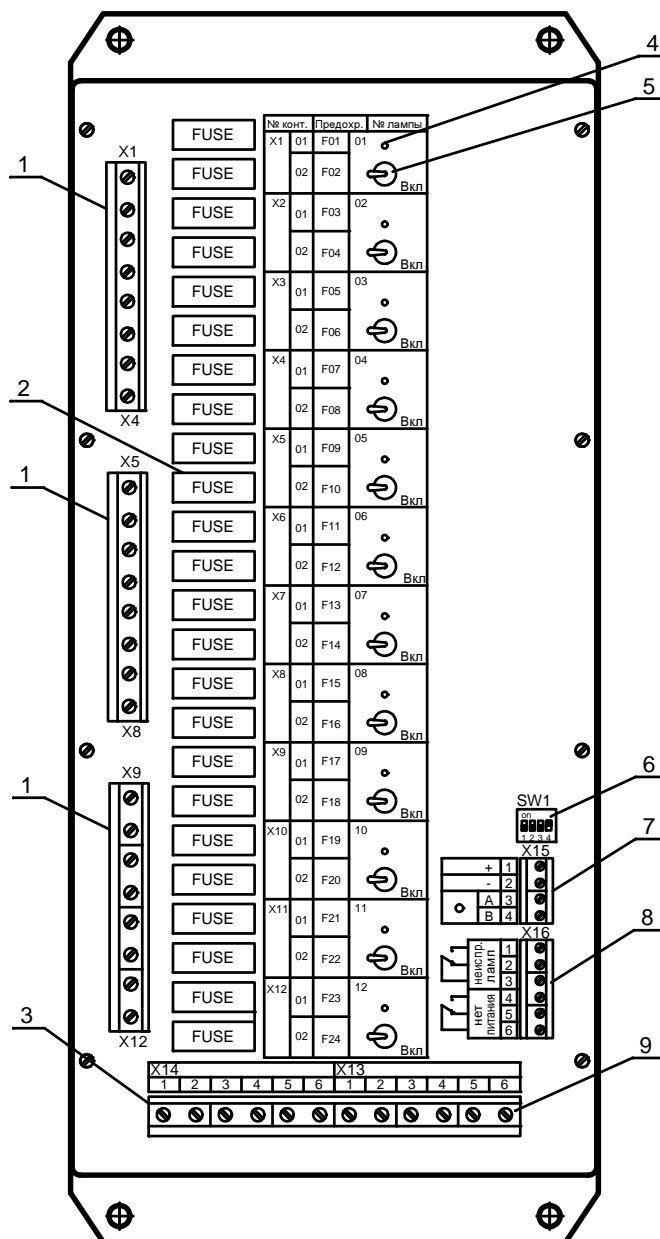

Рис.2
1.1.4.2 На БС находятся (рис.2):